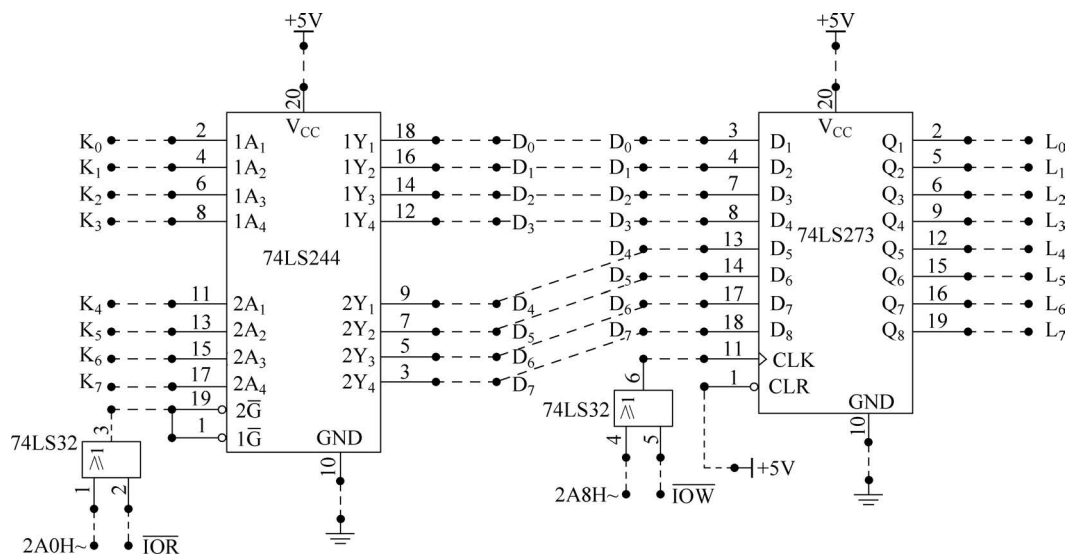

图 3.5 简单并行接口提高实验电路
如图 3.5 所示,利用电平开关 $K_7 \sim K_0$ 预置数值,通过 74LS244 读入该开关值,并通过 74LS273 将此数值输出到发光二极管 $L_7 \sim L_0$,控制其发光。
- (1) 上述实验采用何种输入输出方式? 能否用查询方式实现?
- (2) 如果要求实现开关断开指示灯发亮, 开关闭合指示灯熄灭, 该如何处理?
- (3) 图 3.5 中如果不使用 74LS32 芯片, 能否实现输入输出功能?